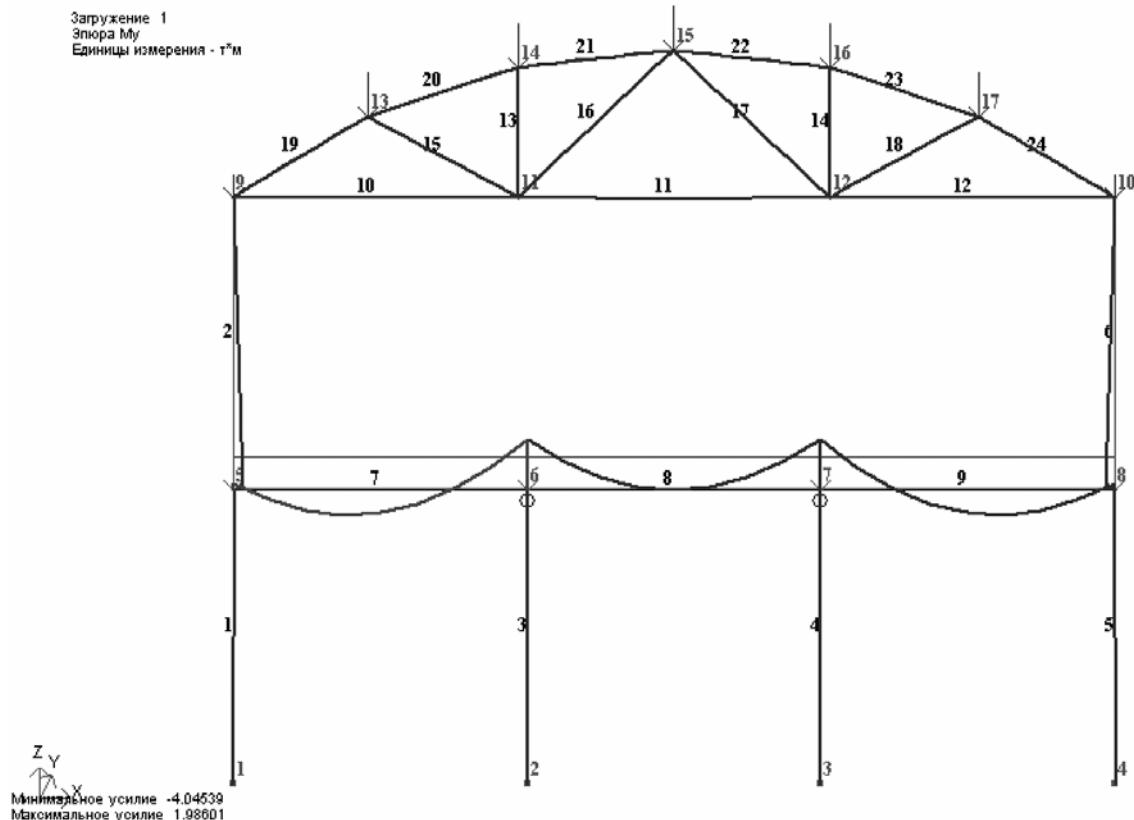

Рис.3.20. Эпюры изгибающих моментов M_y
- Выведите на экран эпюору M_y (рис.3.20) с помощью меню **Усилия** ⇒ **Эпюры** ⇒ **Эпюры изгибающих моментов (M_y)** (кнопки  и  на панели инструментов).